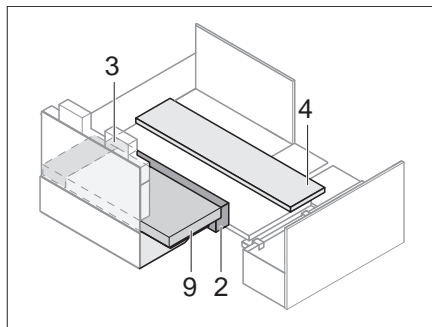
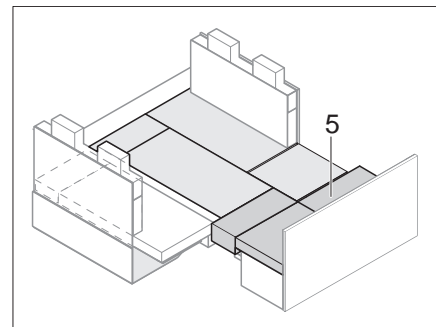

Bild 169 Zusatzpolster positionieren
Bild 170 Nach dem Vergrößern
- Zusatzpolster positionieren (Bild 169). Der Abstand ergibt sich aus den Einlegepolstern.
- Sitzpolster und Sitzverbreiterungen einlegen. Rückenpolster (9) auf die Zusatzpolster legen.
- Zusatzpolster (Bild 170,5) einlegen.